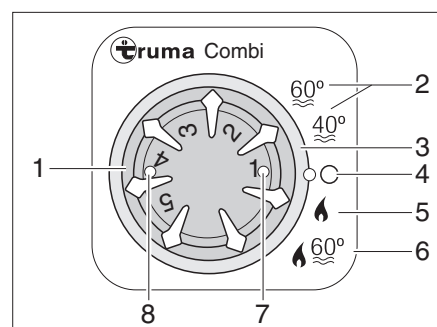

Fig. 181 Unité de commande pour chauffage/chauffe-eau
- Régler le mode de fonctionnement avec l'interrupteur rotatif (Fig. 181,3).
Le chauffage règle le degré d'allumage automatiquement en fonction du niveau de chauffage réglé. En mode de fonctionnement "Chauffage et chauffe-eau" (Fig. 181,6), l'eau du chauffe-eau est également chauffée. Le chauffage peut être exploité avec un chauffe-eau vide dans le mode de fonctionnement "Chauffage sans chauffe-eau" (Fig. 181,5).
- Régler le bouton tournant de température (Fig. 181,1) de l'unité de commande sur le niveau de chauffage désiré.
- Régler l'interrupteur rotatif (Fig. 181,3) sur régime hiver "Chauffage sans chauffe-eau" (Fig. 181,5) ou sur régime hiver "Chauffage et chauffe-eau" (Fig. 181,6).
Le voyant de contrôle vert (Fig. 181,7) s'allume.
- Régler l'interrupteur tournant (Fig. 181,3) sur "O" (Fig. 181,4).